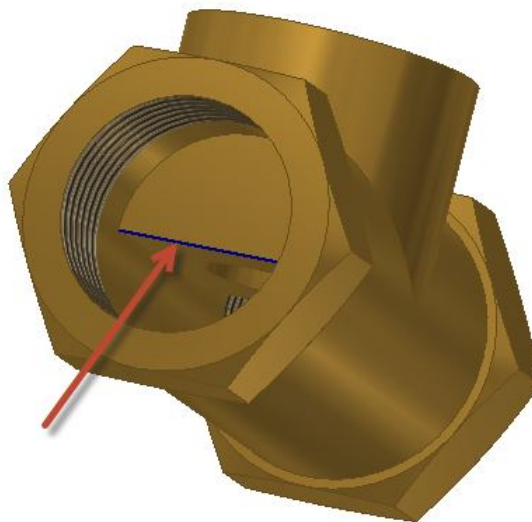

Рис. 1.28.
24. Перейдите в режим эскиза и постройте отрезок, совпадающий с ребром, построенного только что призматического элемента (рис. 1.28).
4. Выберите эскиз отрезка на ребре (рис. 1.28).